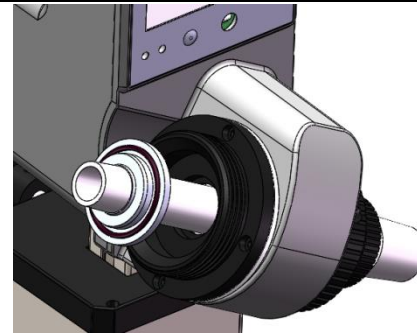

Fig. 14
- Monte el anillo de sellado (Fig. 14 y 15).